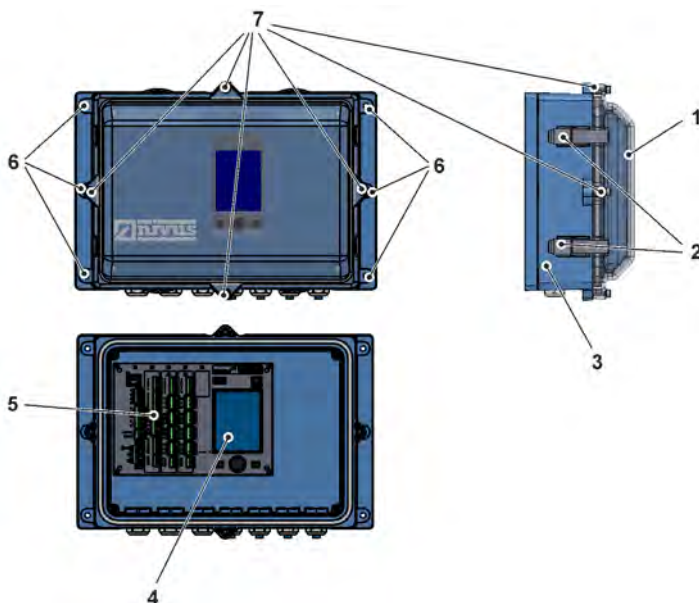

Fig. 21-2 Fixation du boîtier de terrain
1. Fixer le boîtier de terrain (Fig. 21-2 point 3) sur les deux équerres latérales avec les six vis de fixation préalablement sélectionnées à travers les trous de passage de 6,5 mm de diamètre (Fig. 21-2 point 6).
2. Si nécessaire, retirer le film de protection pour le transport du couvercle transparent du boîtier (Fig. 21-2 point 1).
1. Pour retirer le couvercle transparent du boîtier (Fig. 21-2 point 1) :
Ouvrir les quatre fermetures de serrage latérales (Fig. 21-2 point 2) et retirer le couvercle du boîtier.
Retirer les quatre vis à tête cylindrique M4x25 (Fig. 21-2 point 7) avec les rondelles correspondantes ; ouvrir les quatre fermetures de serrage latérales (Fig. 21-2 point 2) et retirer le couvercle du boîtier.
2. Pour retirer le recouvrement intérieur bleu, dévisser les quatre vis à tête ronde M3,5x25 dans les coins et retirer le recouvrement. Le convertisseur de mesure avec l'écran (Fig. 21-2 point 4) et les bornes de raccordement (Fig. 21-2 point 5) et, le cas échéant, le pXT0 sont maintenant librement accessibles.